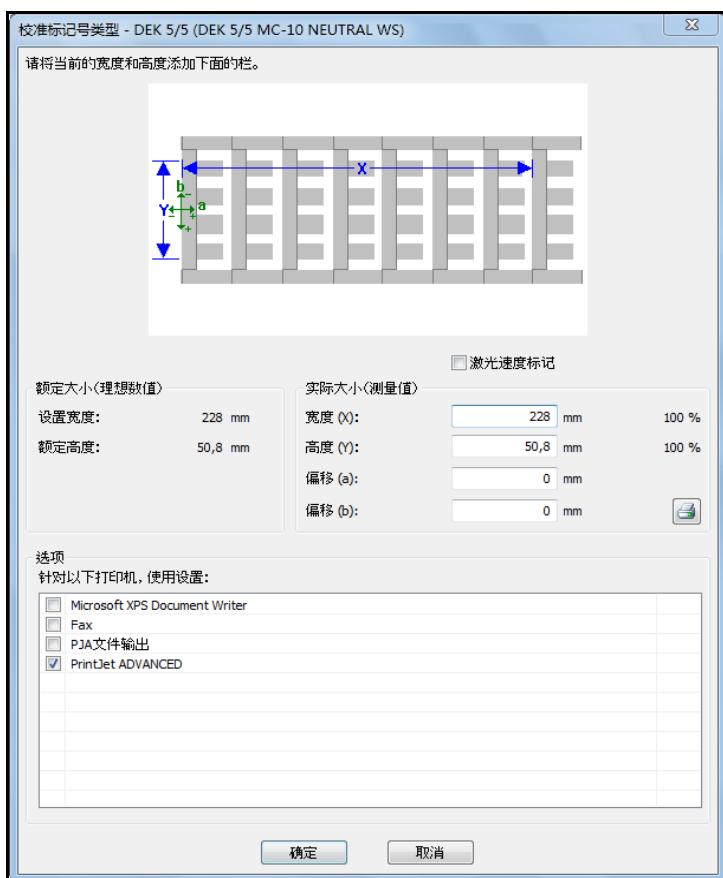

图 105 校准标记号类型
若要调整此偏移，需要在“校准标记号类型”窗口中更改“偏移 (a)”的值（参阅图 105 校准标记号类型）。在此示例中，正方形必须向右移动。因此，必须输入正值（在此示例中为 1mm）
若要调整此偏移，需要在“校准标记号类型”窗口中更改“偏移 (b)”的值（参阅图 105 校准标记号类型）。在此示例中，正方形必须向下移动。因此，必须输入正值（在此示例中为 1mm）
若要调整此移动，需要从“校准标记号类型”窗口中“宽度 (X)”的实际值中减去测量值（在此示例中为 1mm）（参阅图 105 校准标记号类型）。
如果逐个打印标记时会逐渐从中心移至左侧，则需要将测量值添加至“校准标记号类型”窗口中“宽度 (X)”的当前值（参阅图 105 校准标记号类型）。
若要调整此移动，需要从“校准标记号类型”窗口中“高度 (Y)”的当前值中减去测量值（在此示例中为 1mm）（参阅图 105 校准标记号类型）。
如果逐个打印标记时会逐渐从中心向下移动，则需要将测量值添加至“校准标记号类型”窗口中“高度 (Y)”的当前值（参阅图 105 校准标记号类型）。